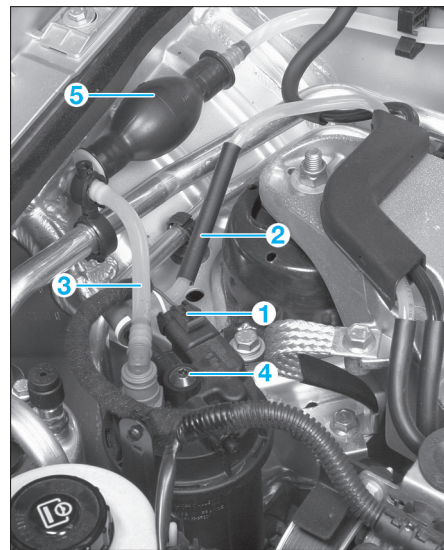

FIG. 49
- Débrancher (fig. 49) :
- le connecteur (1) du réchauffeur.
- la canalisation d'alimentation de la pompe (2).
- la canalisation d'alimentation venant du réservoir (3).